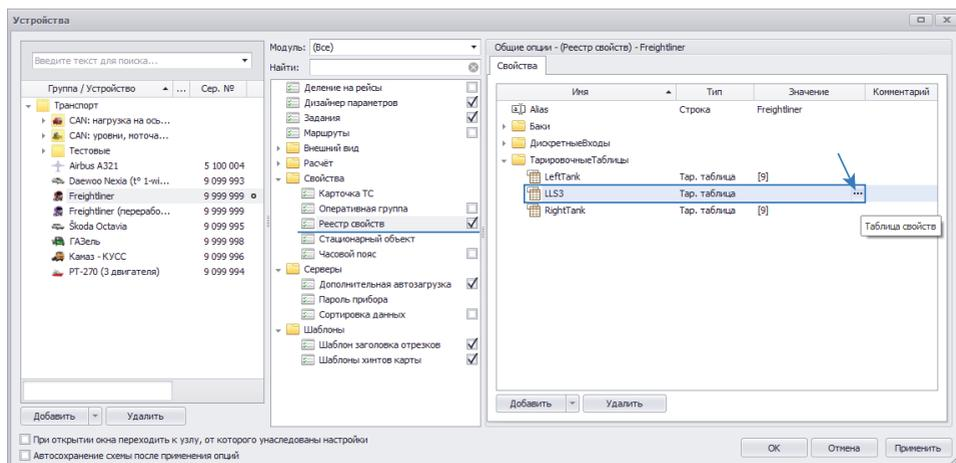

Рис.81. Создание тарировочной таблицы датчика.
- Для пересчета показаний в отсчетах АЦП в уровень топлива в литрах задать тарировочную таблицу датчика. Тарировочную таблицу необходимо предварительно добавить в Реестр свойств настраиваемого транспортного средства. Для добавления тарировочной таблицы датчика в реестр свойств ТС необходимо в меню «Устройства» перейти в раздел настроек «Свойства – Реестр свойств» и в таблицу на вкладке «Свойства» добавить новое свойство с типом «Тар. таблица», например, свойство «LLS3» (Рис.81).